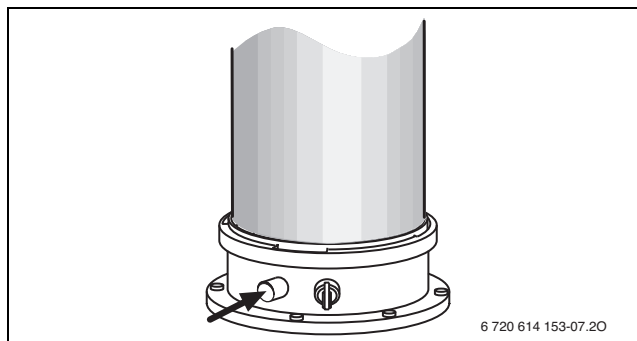

Fig. 37 Manicotto di misurazione dei gas combusti
- Aprire il micrometro per la pressione differenziale del rubinetto gas (→ fig. 37).